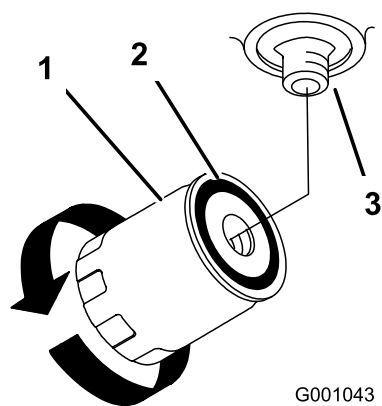

Figura 49
5. Togliete il filtro usato e tergete la superficie della guarnizione del riduttore del filtro (Figura 49).
l'adattatore, quindi serrate il filtro di un ulteriore 1/2 giro (Figura 49).